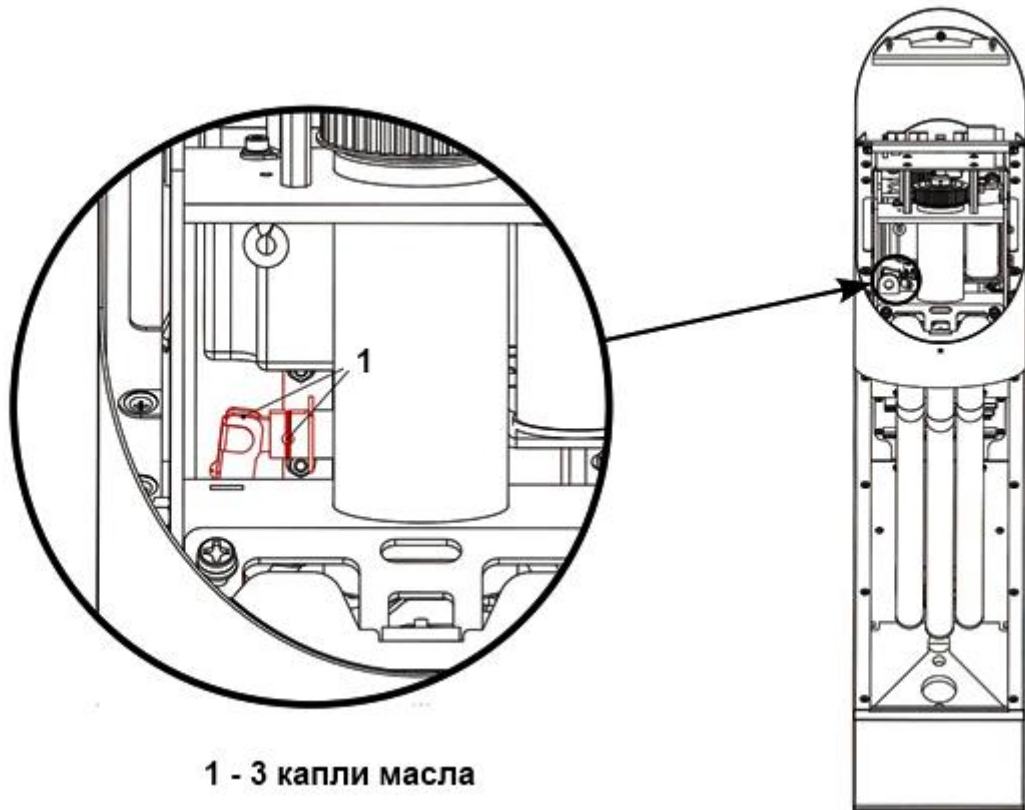

Рисунок 19 – Серьга между блоком стопора и соленоидом
3.7.3 Рисунок 19 – смазать серьгу между блоком стопора и соленоидом.